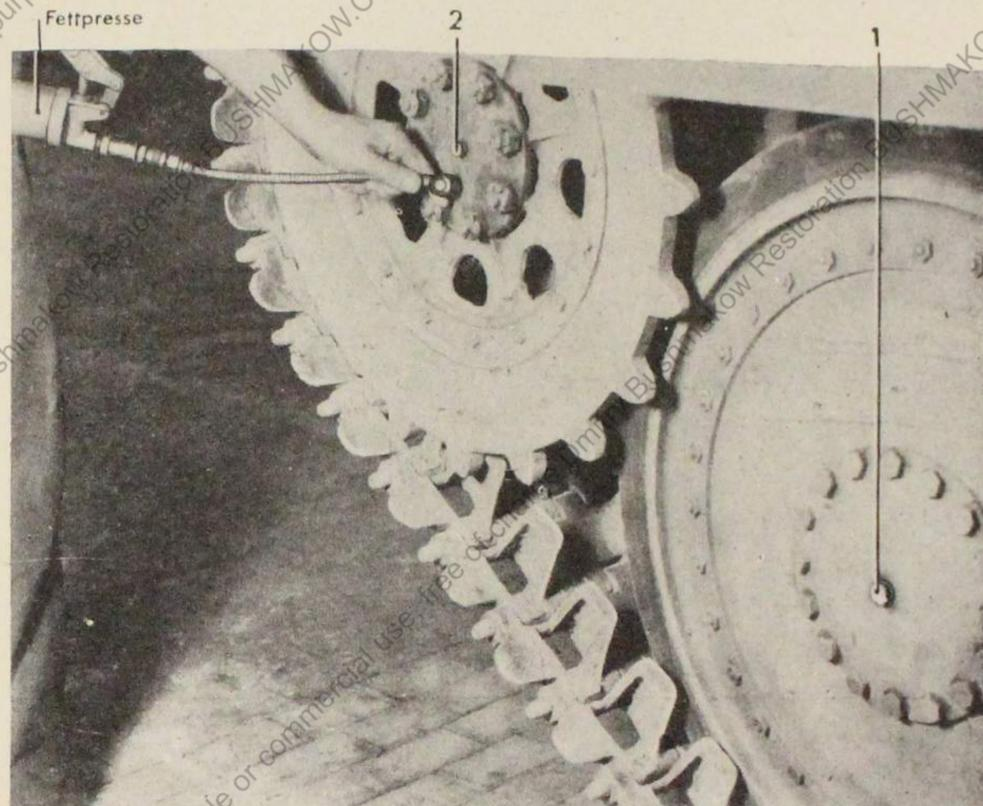

Bild 38. Abschmieren des Seitenvorgeleges
Durch das Seitenvorgelege wird die Antriebsdrehzahl untersetzt. Das Antriebsritzel dreht ein innenverzahntes Rad, das mit dem Triebbad verbunden ist. In der Mitte des Triebrades sitzt wie bei den Laufrollen eine Verschlussschraube (Bild 38/1).
2. Druckschmierkopf einschrauben (Bild 38/2).